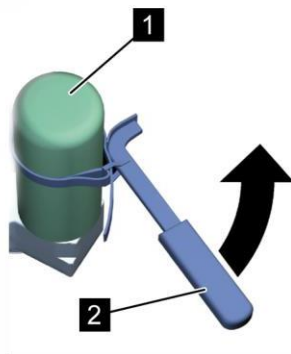

Рис. 40: Отсоединение тонкого очистителя
5. При помощи ленточного ключа (Рис. 40/2) отсоедините тонкий очиститель (Рис. 40/1) и снимите его.